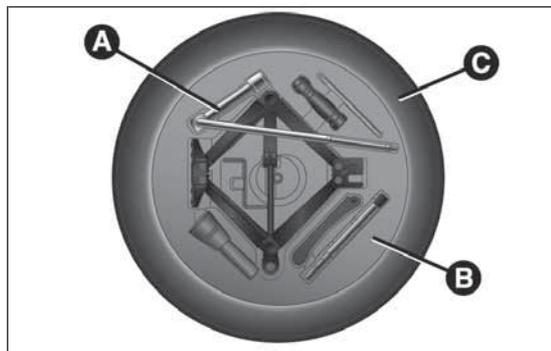

fig. 156
- utilizando la llave A fig. 156 situada en la caja de herramientas, aflojar el dispositivo de bloqueo, tomar la caja de herramientas B y colocarla al lado de la rueda que debe cambiarse. A continuación, tomar la rueda de repuesto C;